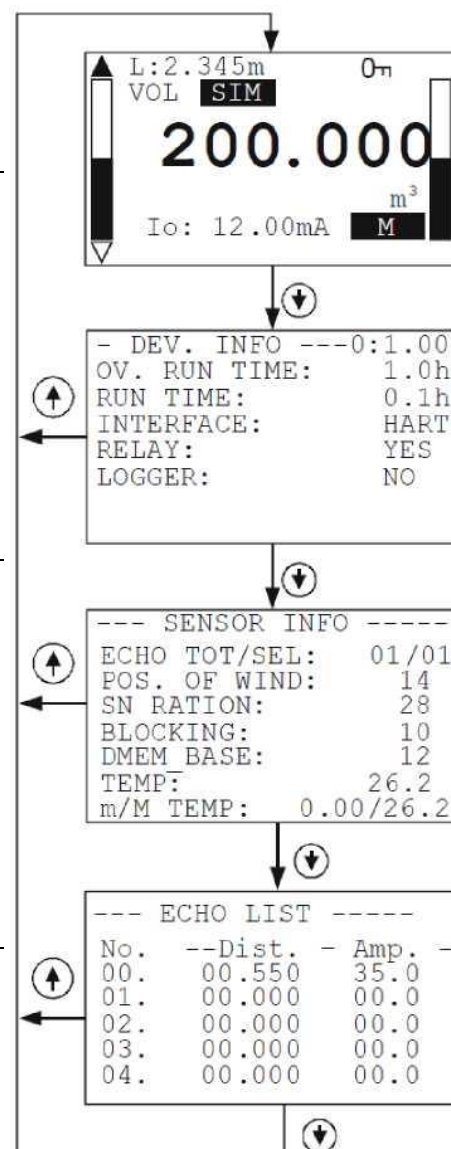

Рисунок 15 – Отображение дополнительной информации
2.3.6.1.2 Режим отображения дополнительной информации (рисунок 15)